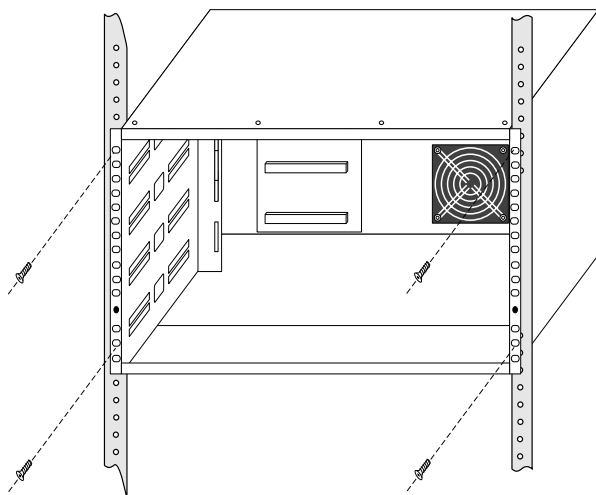

図 1.12 19 インチラックへの取り付け
- 3) C36C4 を 19 インチラックに取り付けます (図 1.12 を参照)。